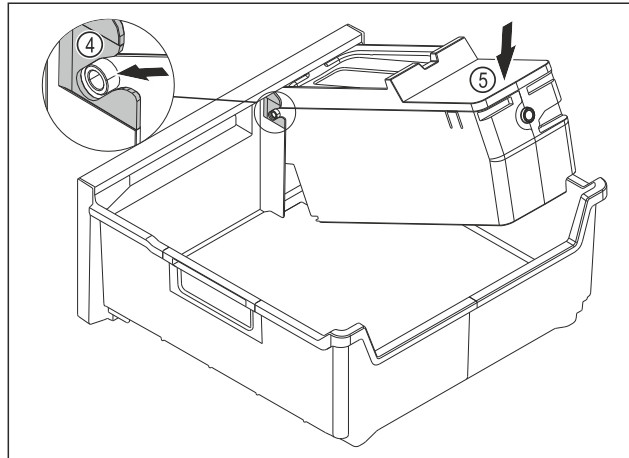

Fig. 100
- ▶ Montaż korpusu EasyTwist-Ice: Wsunąć osie korpusu EasyTwist-Ice w prowadnice Fig. 100 (4).
- ▶ Docisnąć korpus EasyTwist-Ice Fig. 100 (5) z tyłu do dołu.